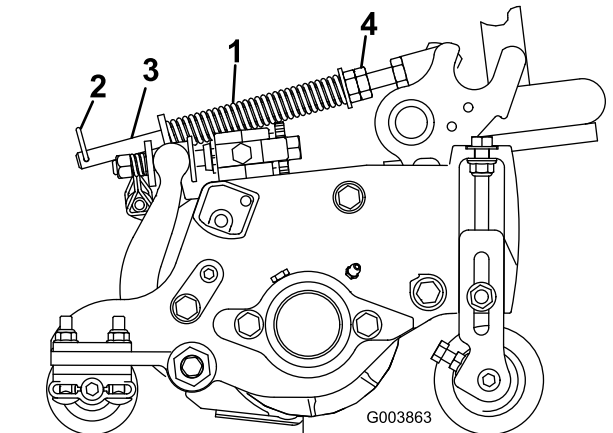

Figura 87
La molla di compensazione del manto erboso trasferisce inoltre il peso dal rullo anteriore a quello posteriore (Figura 87). per contribuire a ridurre l'ondulazione del manto erboso, detta anche fluttuazione o bobbing.
1. Verificate che la coppiglia sia montata nel foro posteriore dell'asta della molla (Figura 87).
2. Serrate i dadi esagonali sulla parte anteriore dell'asta della molla fino a ridurre la lunghezza compressa della molla a 12,7 cm sugli apparati di taglio da 12,7 cm oppure a 15,9 cm sugli apparati da 17,8 cm (Figura 87).